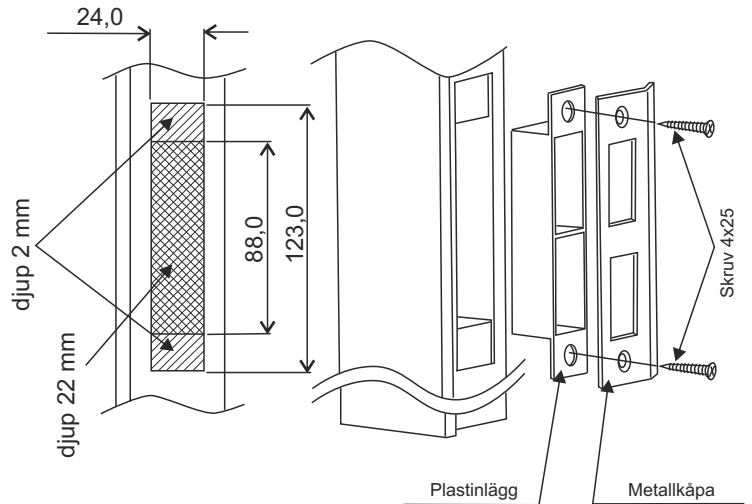

Bild 4
3. Montera metallkåpan över regeln och fixera den i dörramen, se bild 4.